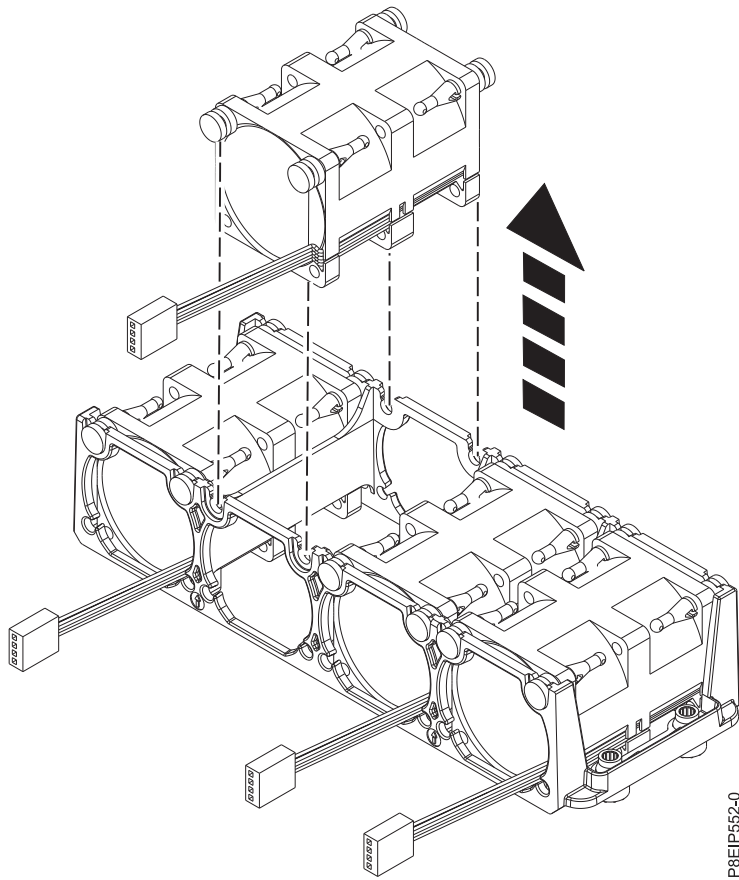

Figura 17. Extracción de un ventilador
3. Levante el ventilador del receptáculo como se muestra en la Figura 17 en la página 21.